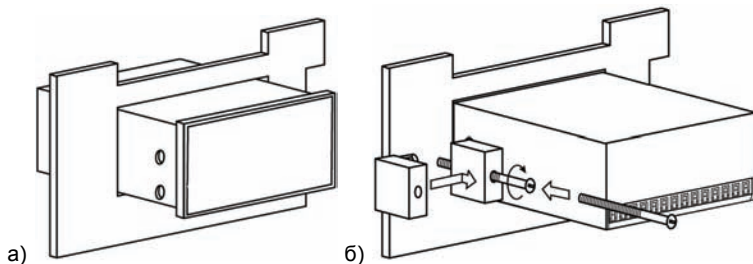

Рисунок 5.2 – Монтаж прибора настенного исполнения
- вставить прибор в специально подготовленное отверстие на лицевой панели щита (см. Приложение А и рисунок 5.2, а);
- вставить фиксаторы из комплекта поставки в отверстия на боковых стенках прибора (рисунок 5.2, б);